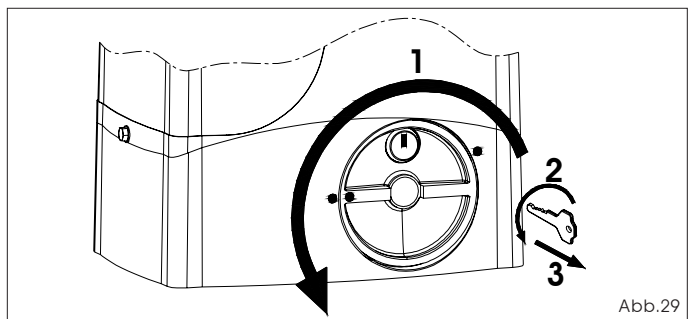

Abb.29
- 1) Das Entriegelungssystem im Uhrzeigersinn bis zum Anschlag drehen, Abb. 29 Bez. 1.
- 2) Den Schlüssel im Gegenuhrzeigersinn drehen und vom Schloß abnehmen, Abb. 29 Bez. 2 und 3.